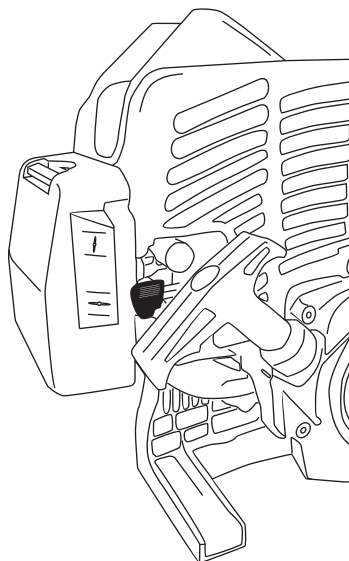

Рис. 21
Отпустите курок дросселя («газ»)(1). Подождите, пока двигатель не вернется в режим холостого хода. Нажмите и удерживайте выключатель зажигания СТАРТ/СТОП (2), пока двигатель не остановится (Рис. 21).